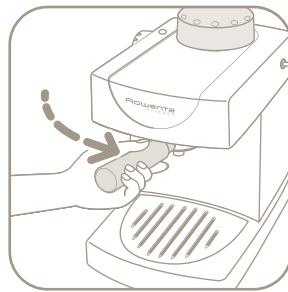

fig.6
3. Заполните фильтр молотым кофе для приготовления эспрессо. На фильтре имеются индикаторы для приготовления 2 или 4 чашек. Слегка утрамбуйте кофе и снимите остатки кофе на контуре держателя фильтра, для того чтобы его можно было правильно установить в фильтрующую головку (рисунок 6).
4. Для установки держателя фильтра на место поверните ручку налево, поднимите держатель фильтра в фильтрующей головке и поверните его по часовой стрелке до блокировки. Если ручка установленного на место держателя фильтра не расположена по центру, не включайте прибор. Выньте держатель фильтра и снова установите его, согласно рекомендациям, приведенным выше (рисунок 6). Соблюдение этих процедур препятствует возможному смещению держателя фильтра под давлением во время цикла приготовления кофе.